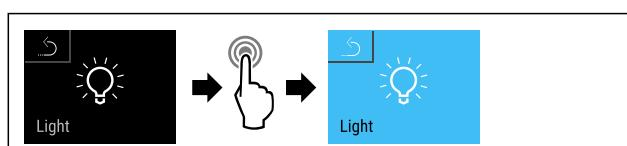

Fig. 70
- Seguir los pasos de procedimiento (consulte Fig. 70) .